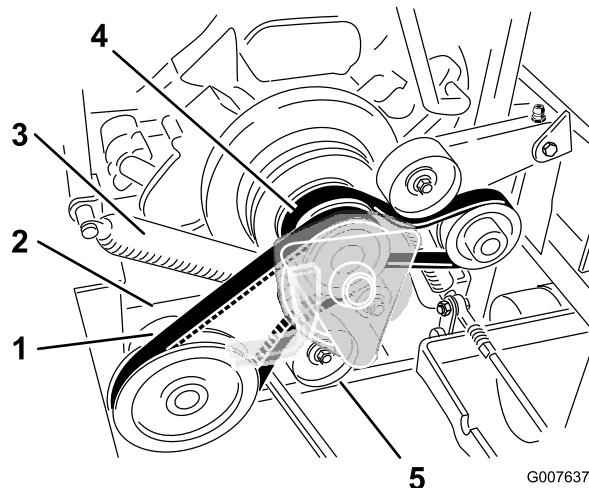

Figura 64
4. Retire el muelle del brazo de la polea tensora (Figura 64).
7. Instale la correa de transmisión de la PTO alrededor de la polea del embrague y la polea de la caja de engranajes (Figura 64).
9. Instale el muelle en el brazo tensor (Figura 64).